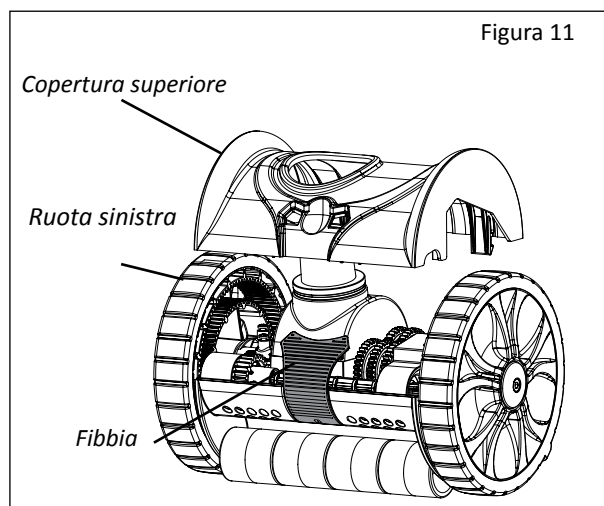

Figura 11
3. Posizionare il pulitore su una superficie piana. Aprire la fibbia sulla parte anteriore del pulitore estraendola e tirando verso il basso. Sollevare la parte anteriore della copertura superiore e poi tirarla in avanti in modo deciso. In questo modo, si separerà la copertura superiore dal corpo del pulitore e sarà possibile sollevare la copertura superiore verso l'alto dal corpo del pulitore (vedi **figura 11**). Rimuovere la copertura.